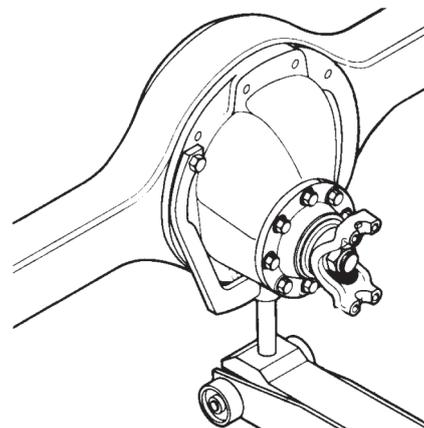

Figura 04
- B- Solte o diferencial da carcaça utilizando um suporte adequado e um macaco. (figura 04).